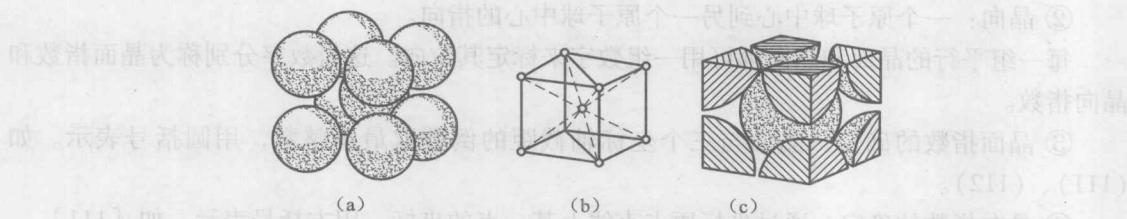

图 1-3 体心立方晶胞
① 体心立方（如图 1-3 所示）：立方体八个角上各有一个原子，体心处有一个原子。每个晶胞中原子数为： $1/8 \times 8 + 1 = 2$ 。属于体心立方晶格的常用金属为  $\alpha$  铬、钨、钼、钒、 $\alpha$  铁、 $\beta$  钛、铌等。